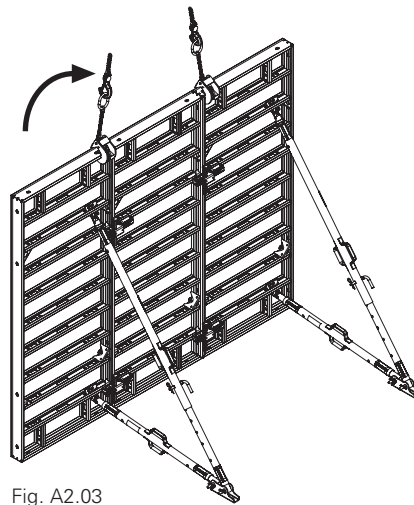

Fig. A2.03
3. Transporter au moyen d'une grue jusqu'au lieu d'intervention. (Fig. A2.03)